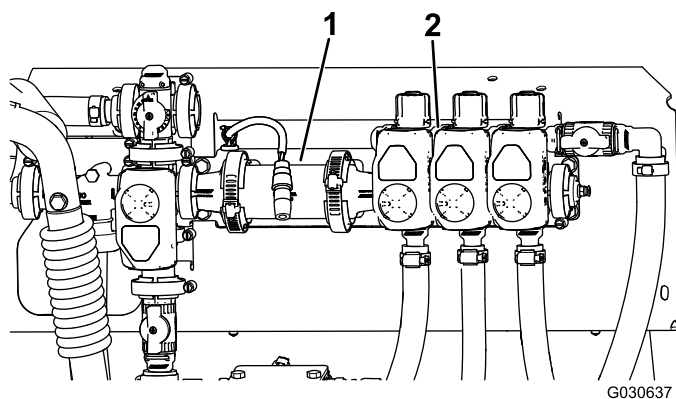

Figura 7
- F. Mueva con cuidado el conjunto de válvulas de los brazos hasta que esté junto al cuerpo del caudalímetro (Figura 7).